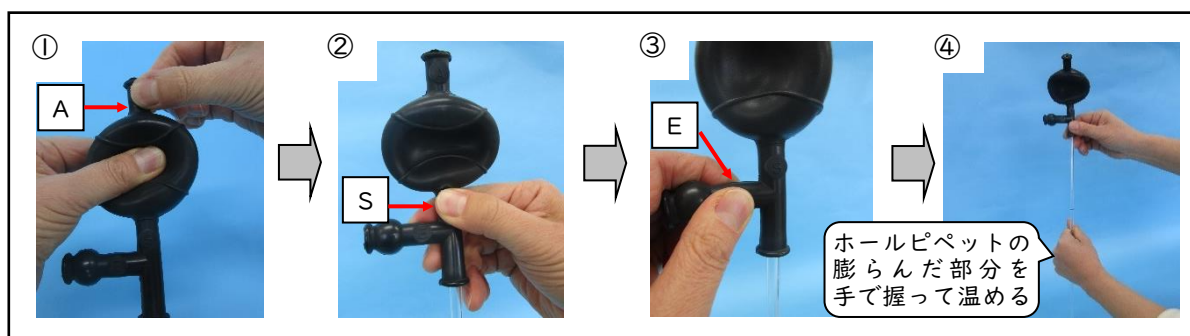

図 18 安全ピペッターの使い方
- ① A部を押して球部をつぶし，中の空気を抜き（図 18①），ホールピペットの上部に安全ピペッターを取り付けます。
- ② ホールピペットの先端が液面から出ないようにします。先端が液面から出ると液体がピペッターに入ってしまうので気を付けます。
- ③ 安全ピペッターのS部を押しながら標線の少し上まで液体を吸い上げます（図 18②）。
- ④ 安全ピペッターのE部を押しながら液体を流出させ（図 18③），標線にそろえます。
- ⑤ 別の容器に安全ピペッターのE部を押しながら液体を自然に流出させます。
- ⑥ 最後に残った液体は，ホールピペットの先を器壁につけたまま，膨らんだ部分を手で握って温めて，最後の1滴まで流し出します（図 18④）。